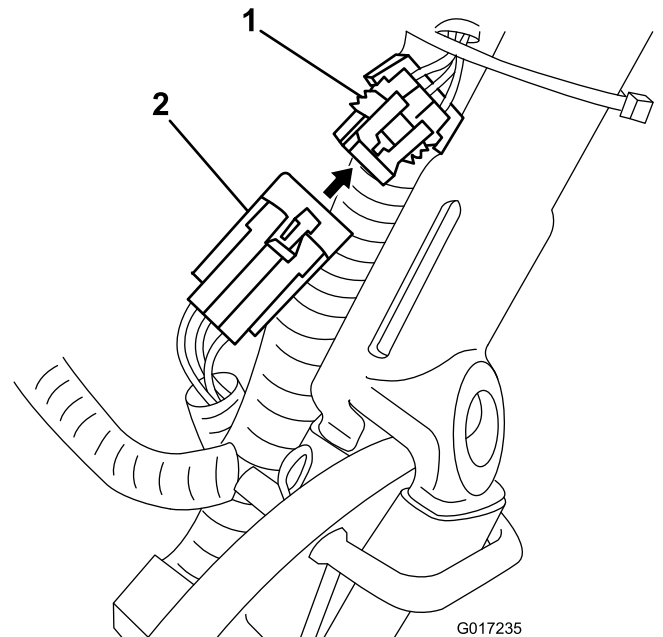

Figura 12
3. Desconecte el conector pequeño, situado en el arnés que va de la batería al arnés de cables de la máquina, del arnés de cables principal (Figura 12).
14. Pase el arnés de cables batería-máquina por debajo y por detrás del arnés principal en el lado izquierdo de la máquina, y conecte el conector pequeño de 6 pines del arnés al conector correspondiente del arnés de cables principal, según se indica en Figura 12.